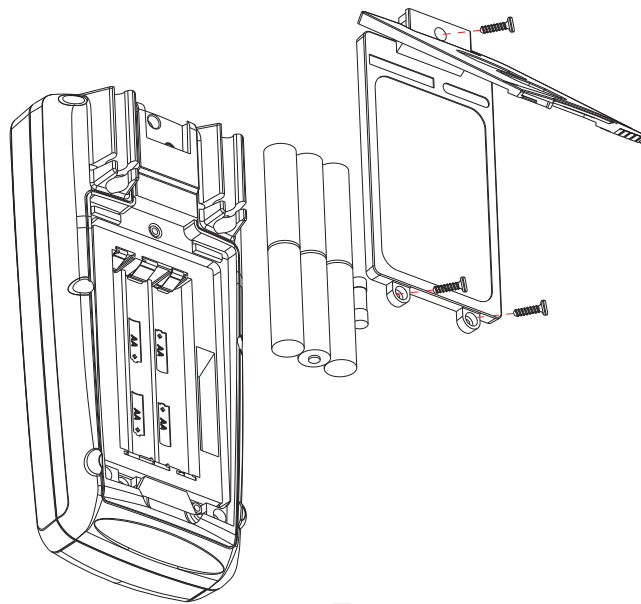

图 8
2、电池/保险丝安装或更换（见图8）
本产品的电源为碱性电池1.5V(5号)X6节，请参考图8使用下列顺序安装或更换电池。
- ① 把旋转开关转到 OFF(关闭)位置并从端子上把测试导线拆下。
- ② 用标准十字螺丝刀将电池盖上的三颗螺丝拆下，拿掉电池盖，取出电池，按照极性安装新电池
- ③ 请使用同一型号的电池，不要安装不适当的电池。
- ④ 将已损坏的保险丝按照图8方式取出，然后换上同一规格的保险丝，保险丝规格:500mA/600V。
- ⑤ 安装新的电池后，装上电池盖，并锁紧三颗螺丝即可。